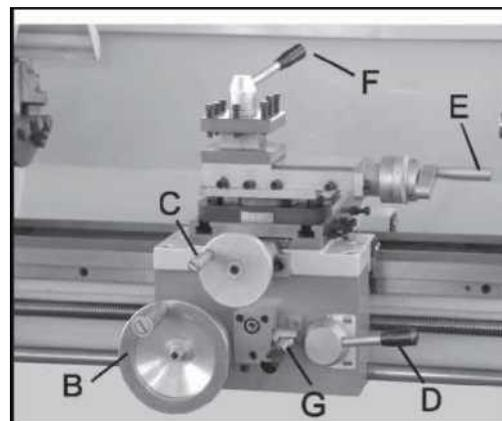

Рис. 15
11. Продольный ход (B, Рис. 15)
12. Маховик поперечного хода (C, Рис. 15)
13. Рычаг зацепления маточной гайки (D, Рис. 15)
14. Рычаг поперечного хода крестового суппорта (E, Рис. 15)
15. Зажимной рычаг резцедержателя (F, Рис. 15)
16. Переключатель выбора оси подачи (G, Рис. 15)
Толкните рычаг (G, Рис.15) влево и вниз, чтобы включить поперечную подачу. Потяните рычаг вправо и вверх, чтобы включить продольную подачу.